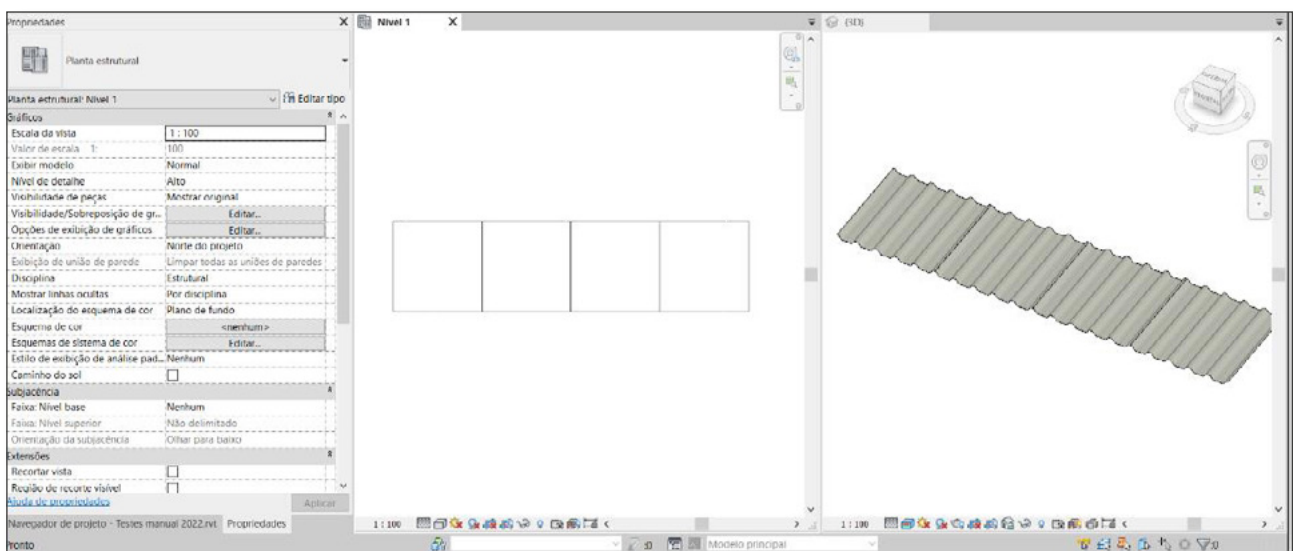

Figura 41 – Exemplo de família de telha da biblioteca BIM da ArcelorMittal inserida no projeto.
10. Tecele “Esc” duas vezes para finalizar o comando de inserção. A Figura 41 mostra um exemplo de telha inserida em planta e em uma vista 3D.